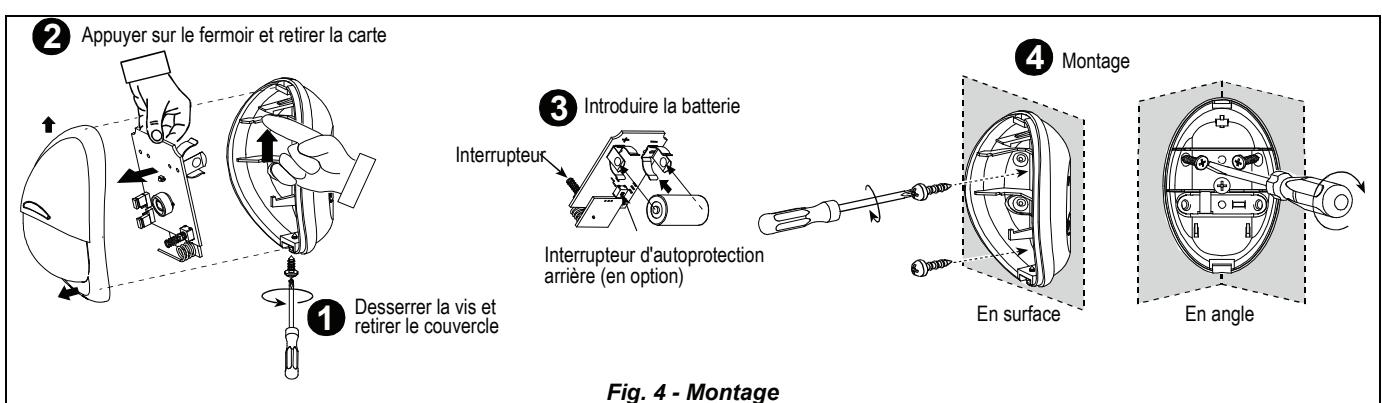

Fig. 4 - Montage
- Montage – cf. fig. 4.
- Installation de la batterie (cf. fig. 4 et remarque suivante).
La batterie étant en place, appuyez simultanément sur les deux interrupteurs d'autoprotection (cf. fig. 4), puis relâchez-les : la diode LED frontale clignote pendant près de 2 minutes jusqu'à stabilisation du détecteur.